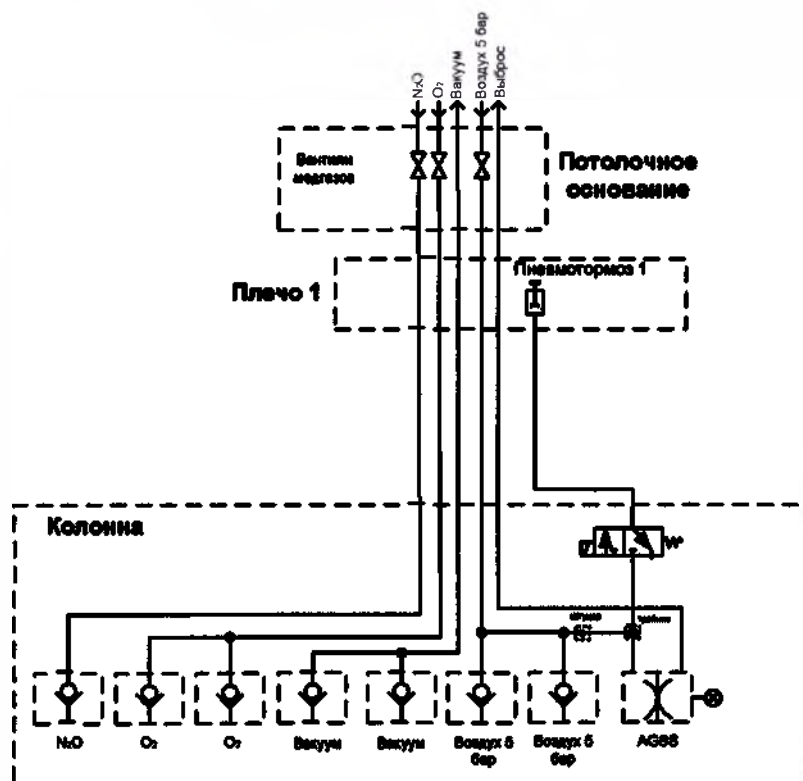
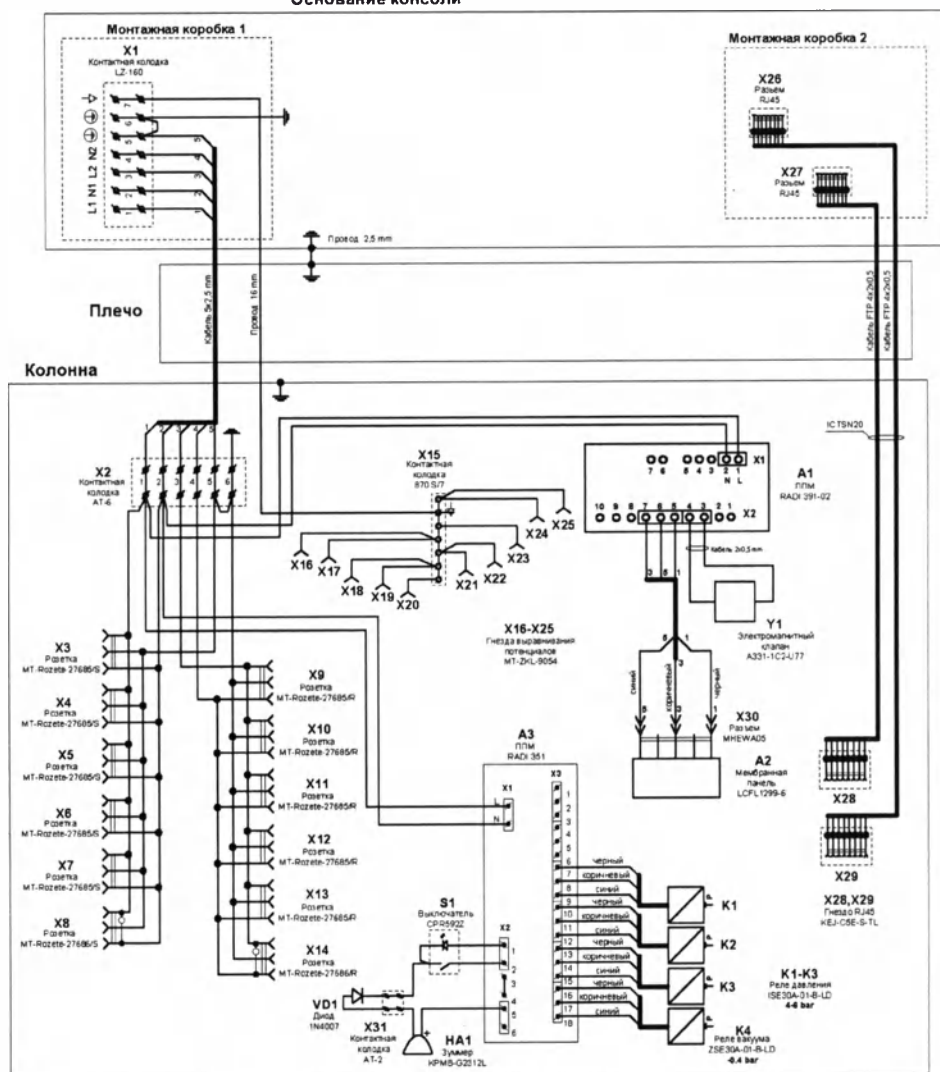
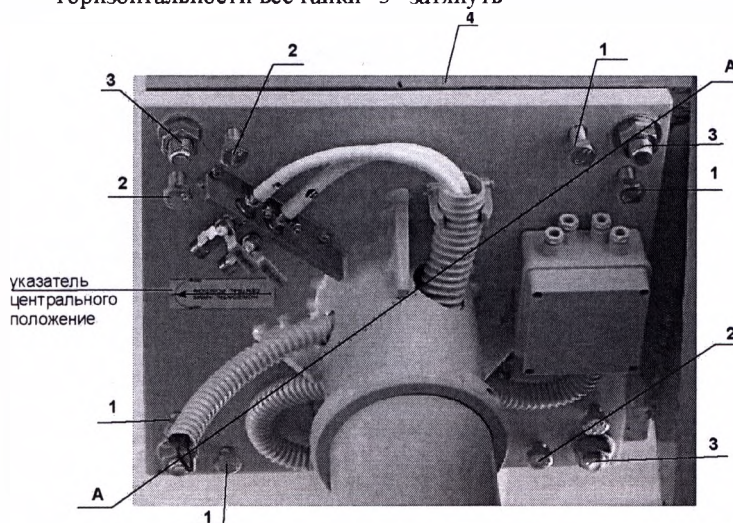

Рис. 6 Пневматическая схема консоли
Рис. 7 Электрическая схема потолочной консоли
Рис. 10 Расположение наклейки "центральное положение", отрегулированных болтов и гаек крепления основания консоли (типовой вид)
- 6.4. Полная пневматическая схема консоли приведена на Рис. 6, электрическая - на Рис. 7. Медгазы, сжатый воздух и вакуум при подсоединении их внешних магистральных трубопроводов к вентилям, по соединительным шлангам поступают на соответствующие клапаны приборной колонны (Рис. 1). Сжатый воздух (5 бар) также подается на пневмоцилиндры, управляющие пневмотормозами поворотного плеча. Схема электропитания (Рис. 7) состоит из 8 розеток X3÷X8. К розеткам X9÷X14 подводится сеть резервного электропитания.
7.2. Магистральные трубопроводы медгазов, сжатого воздуха и вакуума подводятся по пневматической схеме (Рис. 6) в последовательности согласно маркировке назначения на основании консоли. Провода электропитания и информационных
сигналов подводятся к соответствующим монтажным коробкам (Рис. 2, Рис. 3) по электрической схеме (Рис. 7). При отсутствии подвесного потолка подвод медгазов проводить в пазе декоративного кожуха в сторону центрального положения плеча (Рис. 10), а провода электропитания и информационных сигналов – в противоположной стороне кожуха.
7.8. С помощью уровня проверить и отрегулировать горизонтальность поворотных плечей консоли с помощью регулировочных болтов, расположенных на основании потолочного крепления консоли (см. Рис. 10). Перед регулировкой надо ослабить все гайки крепления „3“. Для регулировки горизонтальности надо положить уровень на верхнее плечо и повернуть его в положение показанное линией А-А (см. Рис. 10)(центральная ось плеча должна совпасть с диагональю плиты
основания потолочного крепления). Затем двумя парами болтов "1" Рис. 10 находящихся на этой диагонали, выставить горизонтальность плеча. Регулировочные болты при регулировке горизонтальности плеча обязательно должны опираться в опорную плиту "4" Рис. 10. Поверните верхнее плечо в положение перпендикулярное диагонали A-A. И затем другой парой болтов "1" Рис. 10 выставите горизонтальность плеча. После окончательной регулировки горизонтальности все гайки "3" затянуть
8.1. Магистраль сжатого воздуха, вакуума и медицинских газов подсоединены к вентилям, расположенным на основании консоли (см. Рис. 2), которое прикреплено к потолочному перекрытию. Там же расположены колодки подключения электропитания (X1) и информационных сигналов (см. Рис. 3 и Рис. 7). Основание консоли закрыто декоративным кожухом. Подход к вентилям и колодкам подключения электропитания и информационных сигналов возможен после снятия кожуха, который состоит из двух частей соединенных